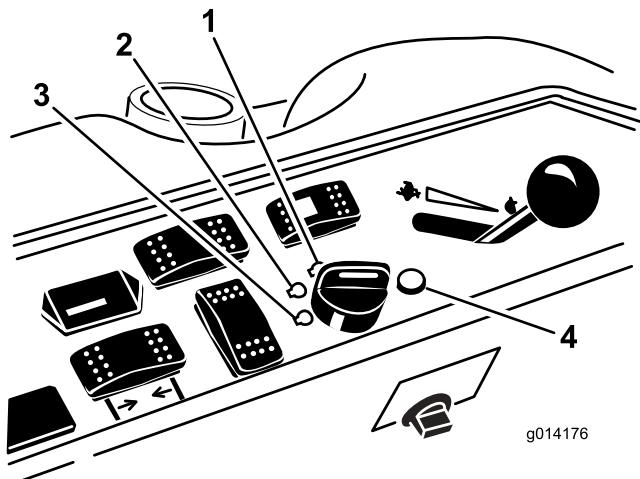

図 12
6. キーを RUN 位置に回す（図 12）。
- キーを OFF 位置に回す（図 12）。すべての部分が完全に停止してから運転席を立つ。